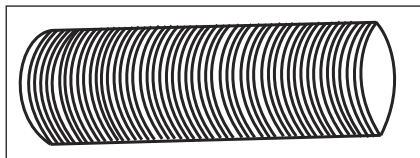

Fig. 3
1. Saque la manguera del embalaje. (Fig. 3).